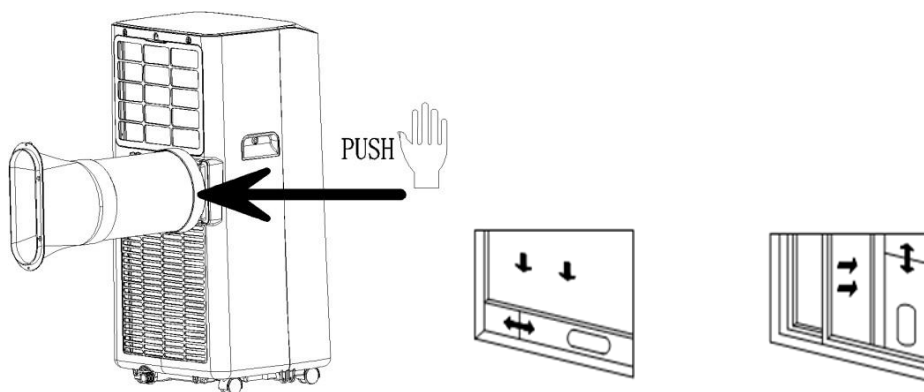

Fig.1
1. Montare il tubo di espulsione dell'aria (fig.1):